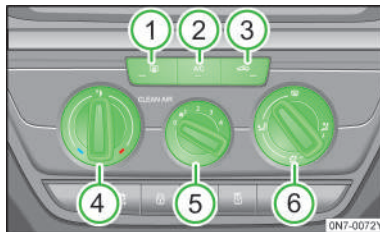

图 102
- 将温度调节旋钮[4]»图 102 转到中间位置。
- 将鼓风机旋钮[5]»图 102 转到合适位置。
- 将空气流向调节旋钮[6]»图 102 转到位置。
- 按压空气内/外循环调节按钮[3]»图 102 灯熄灭，关闭空气内循环模式。